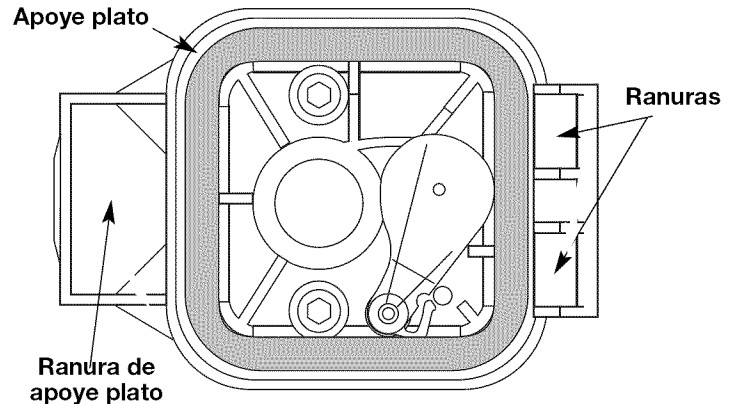

Fig. 25
6. Vuelva a colocar el filtro (Fig. 25).
7. Instale de nuevo la tapa del filtro de aire. Haga coincidir las ranuras que hay en la lado derecho de la tapa del filtro de aire con las lengüetas de la lado derecho de la placa posterior (Fig. 25).